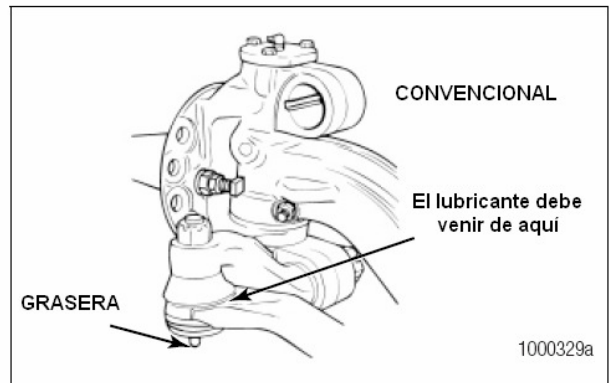
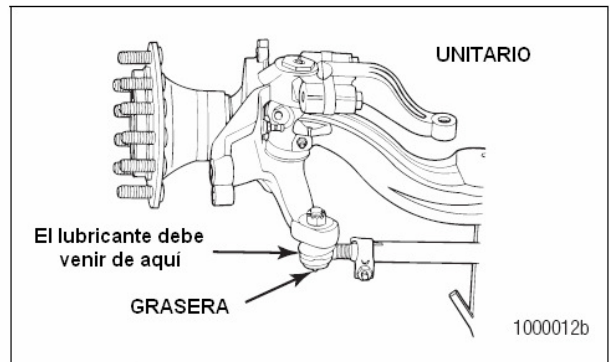

Figura 6.31
Figura 6.32
4. Aplique grasa hasta que nueva grasa purgue de la funda. Figura 6.31 y Figura 6.32.